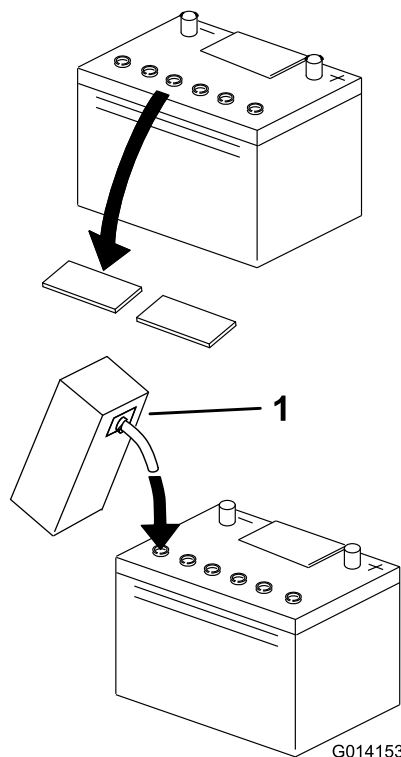

Figura 4
4. Pulite la parte superiore della batteria e togliete i tappi di sfiato (Figura 4).
5. Riempire con attenzione ogni elemento finché l'elettrolito non raggiunge il livello corretto (Figura 4).
9. Se necessario, riempire ogni elemento fino al livello corretto (Figura 4).